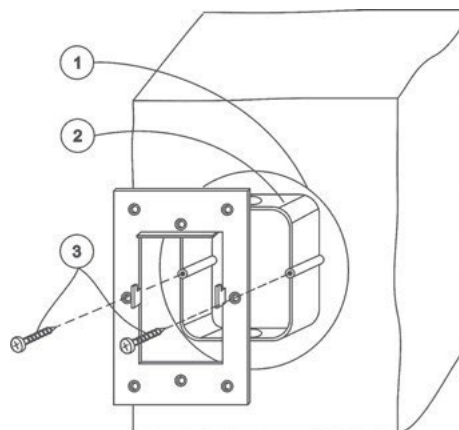

Рис.16
2. В подготовленное место установить монтажную коробку (из комплекта изделия). Коробку зафиксировать на стене саморезами через отверстия в дне коробки при помощи дюбелей, либо с помощью раствора (гипсовая, песчано-цементная смесь и пр.) (см. рис.16).
3. На установленную монтажную коробку саморезами (в комплекте) закрепить монтажную металлическую рамку (из комплекта изделия). Выступы, находящиеся в центральной части рамки, фиксирующие панель управления на стене должны быть ориентированы на себя, зубцами вверх. (см. рис.16).
1. Выбрать удобное место установки панели на поверхности. Разметить место установки при помощи шаблона из комплекта (см. рис.16).
2. Подобрать подходящий инструмент для обработки материала поверхности, на которую будет установлена панель (пользуйтесь шаблоном для установки). Инструментом выбрать прямоугольное отверстие в материале (размер см. рис.16).